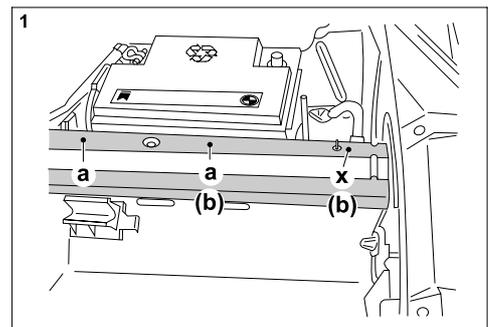

Figure 1 : Trous dans coffre à bagages à droite
- 4.) Percer resp. trois trous d' un \varnothing 14 mm (aux points " a " et " x " dans le coffre à bagages, à gauche et à droite des éléments supérieurs des longerons, aux endroits marqués d' un coup de pointeau). Percer complètement par en haut, au point " b ", également avec \varnothing 14 mm (coup de pointeau) les éléments inférieurs des longerons à travers le trou central et le trou inférieur (à côté du tablier AR); voir figures 1, 2 et 8.